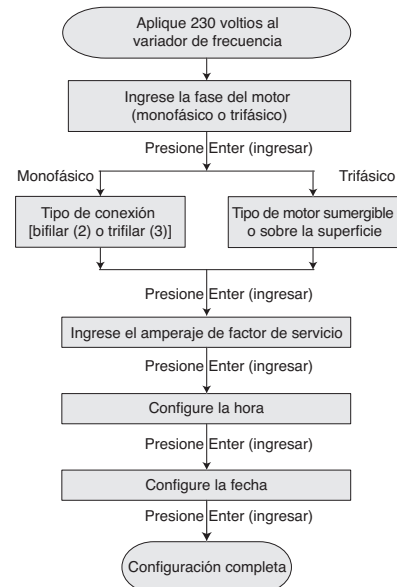

Figura 10 - Guía de configuración del Intellidrive
1. Programe el Intellidrive: Encienda el dispositivo. Aparecerá la guía de configuración en la pantalla. Siga la secuencia de teclas que aparece en la figura 10.